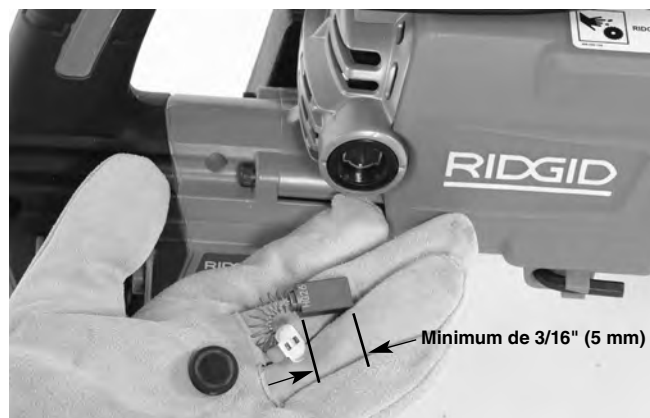

Figure 22 – Remplacement des balais moteur
2. Retirez les balais en notant leur orientation. Examinez les balais. Remplacez-les dès qu'ils sont usés à moins de $\frac{3}{16}$ " (5 mm). Reportez-vous à la Figure 22. Examinez le commutateur pour signes d'usure. S'il est excessivement usé, faites réviser l'appareil. Nettoyez les logements de balai à l'aide d'un chiffon propre.